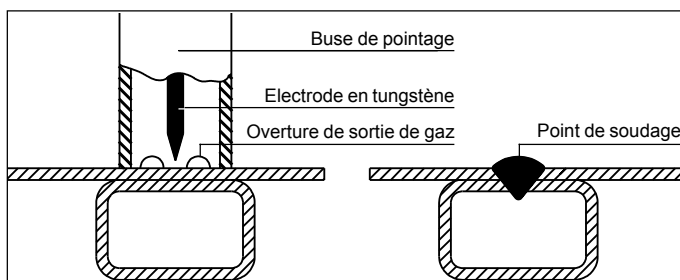

Fig. 22
- Témoin DEL ⑧ est allumé
- Monter l'électrode en tungstène suivant les dimensions du pointage à une distance de 2 - 3 mm du bord de la buse vers l'intérieur (fig. 22)
- Mettre la torche avec la buse de pointage sur la tôle (fig. 22)